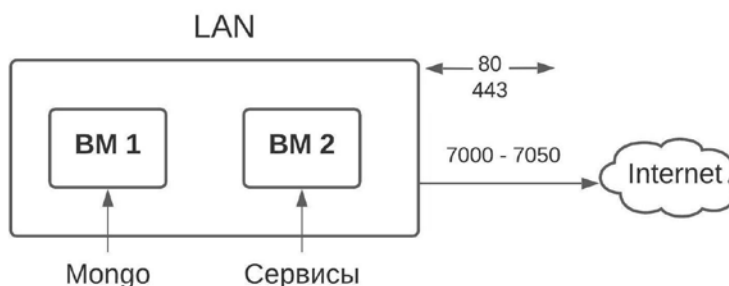

Рис. 1.1.1. Схема сети.
Схема установки представлена на рис. 1.1.1.
- ✓ Настроить перенаправление порта 443 с внешнего адреса на порт 80 и портов 7000 - 7050 на соответствующие локальные порты виртуальной машины для сервисов (см. схему сети на рис. 1.1.1).